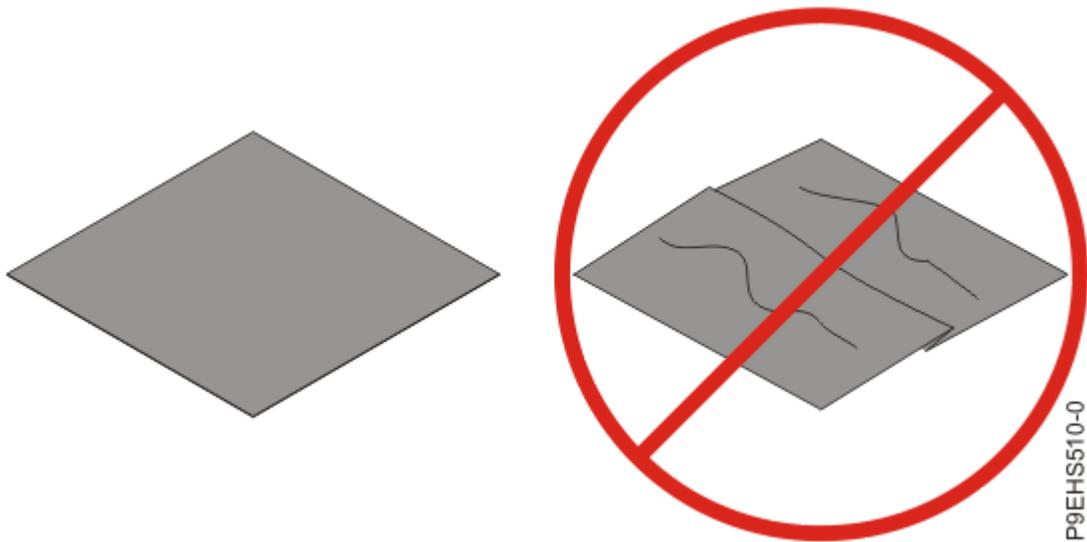

Figure 64. Inspection du matériau d'interface thermique
16. Vérifiez que le matériau d'interface thermique (TIM) ne présente pas de dommages visibles, comme illustré dans la Figure 64, à la page 84. S'il est plié, déchiré ou gondolé ou si vous avez des doutes sur son état, remplacez-le.